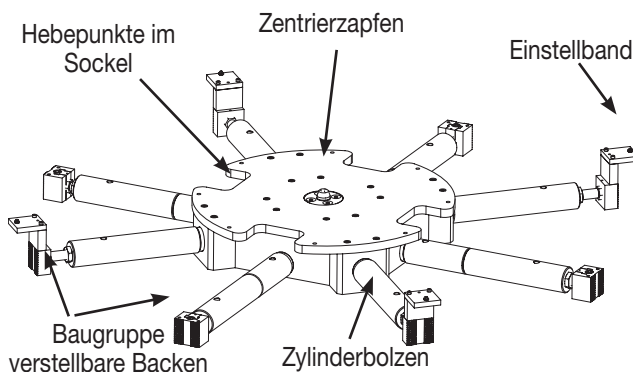

Abbildung 11: Beispiel für Installation des Sockels
1. Zur exakten Positionierung der Maschine ist ein zentraler Zentrierzapfen vorgesehen, der in der Mitte des Maschinensockels angebracht ist. Siehe Abbildung 11.